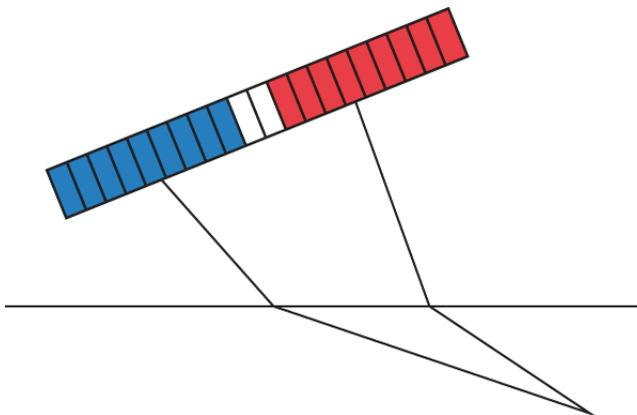

Figura 4-4 Uso de múltiples elementos (*Phased Array*)
Los 128 elementos de una sonda *Phased Array* (PA) pueden ser utilizados en las configuraciones Pulso-Eco o *Pitch-Catch*. Con el modelo 16:128PR, es posible utilizar hasta 16 elementos consecutivos a lo largo de la sonda para emitir y recibir los ultrasonidos. Con el modelo 32:128PR, es posible utilizar hasta 32 elementos consecutivos a lo largo de la sonda para emitir y recibir los ultrasonidos (ver Figura 4-4 en la página 52).